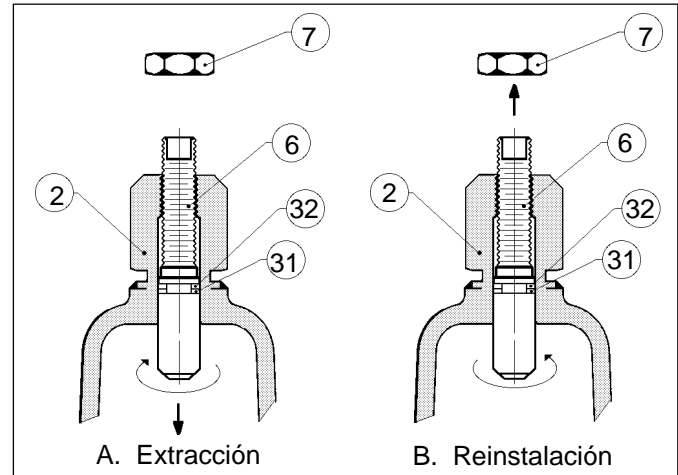

Figura 1: Inspección del arosello del tornillo de ajuste (6)
NO INTENTE RETIRAR EL TORNILLO DE AJUSTE (6) DE LA PARTE SUPERIOR DE LA CÁMARA DEL RESORTE (2). El tornillo de ajuste (6) va enroscado hacia arriba desde el interior de la cámara del resorte (2). El sentido de rotación CCW que se usa para aliviar la tensión del resorte (14) llega a un tope. No haga mayor fuerza sobre el tornillo de ajuste (6) al llegar a este tope ya que se puede dañar y hacer que la unidad quede inoperante. *Vea la figura 1.*
1. Instale de forma segura el cuerpo (1) en una prensa de banco, con la cámara del resorte (2) dirigida hacia arriba.
2. Para aliviar la compresión del resorte (14), retire la tapa de cierre (28) girándola en sentido CCW. Retire la tuerca de cierre (7) girándola en sentido CCW. Haga girar el tornillo de ajuste (6) en sentido CCW hasta que se alivie la compresión del resorte (14). **NOTA:** Vea la ADVERTENCIA C.
3. Pinte o haga una marca de alineación entre el área de las bridas del cuerpo (1), el espaciador del cuerpo (24) y la cámara del resorte (2).
5. Saque la cámara del resorte (2), el resorte (14), el disco del resorte (4), el plato de presión (3), el espaciador del cuerpo (24), el diafragma (12) y los arosellos (30).